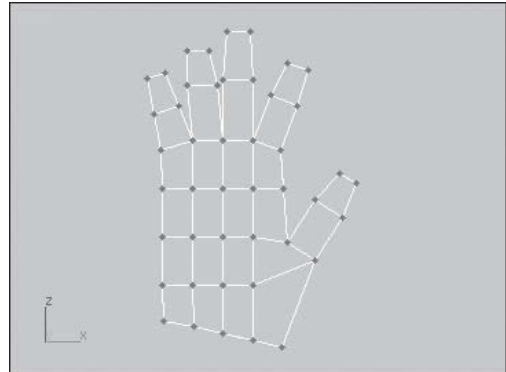

Fig.2.88
- 6 Faites de même avec les autres polygones d'extrémités (fig.2.88).